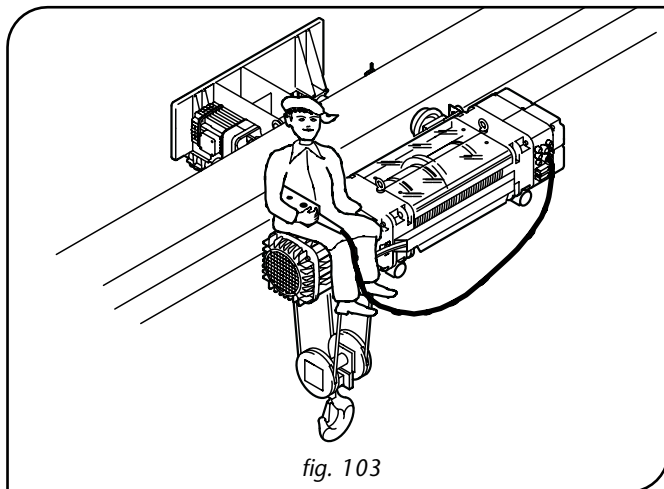

fig. 103
- È vietato comandare il paranco e/o il carrello stando a bordo degli stessi (fig. 103).